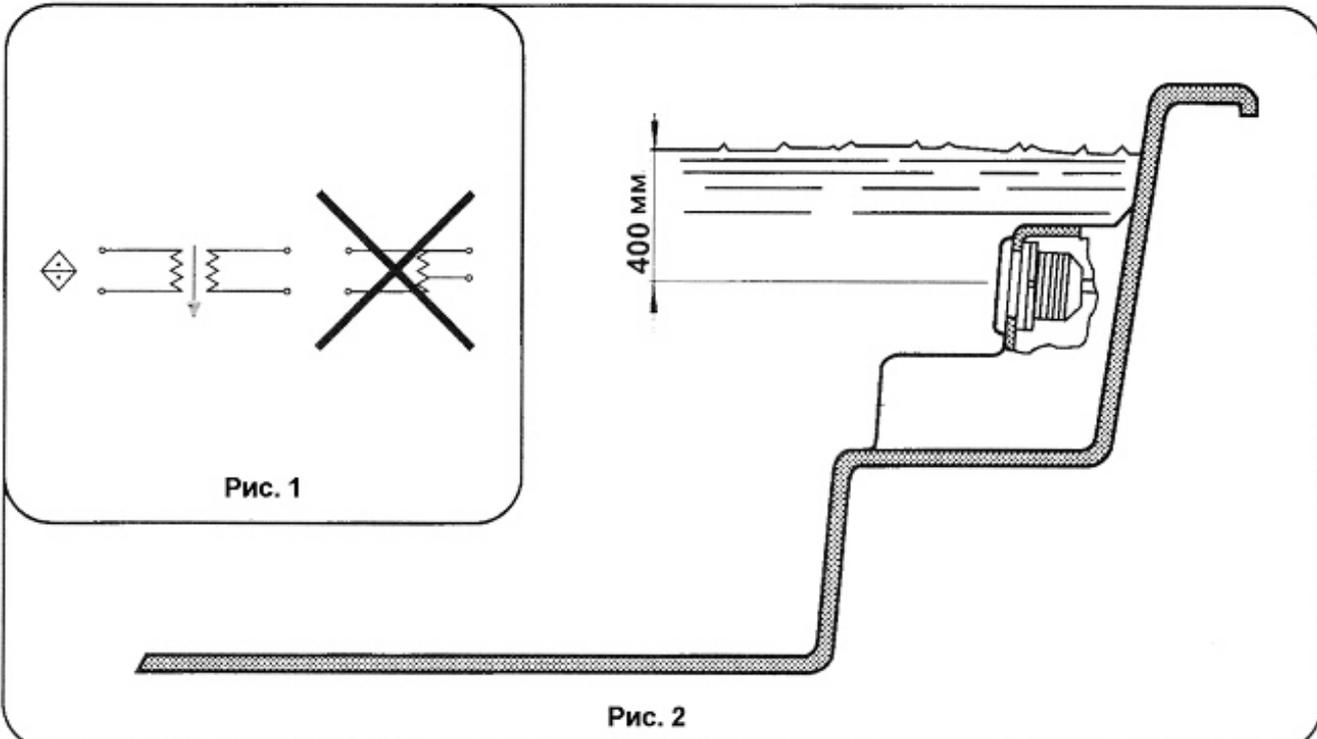

Рис. 2
1. Светильник должен устанавливаться приблизительно на 400 мм ниже уровня воды в гидромассажной ванне и в таком месте, чтобы свет от светильника не перекрывался телом купальщика. Желательно установить светильник на вертикальной части ступеньки на входе в гидромассажную ванну (рис. 2).